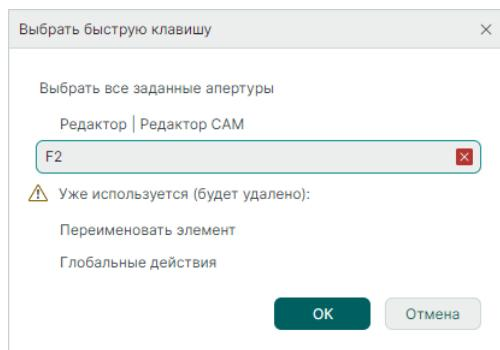

Рис. 72 Совпадение быстрых клавиши
5. В случае совпадения введенной клавиши (комбинации клавиш) будет получено предупреждение с информацией, для какой команды клавиша уже используется. Измените клавишу (комбинацию клавиш) или нажмите «ОК», в этом случае клавиша для уже используемого действия будет удалена, см. Рис. 72.